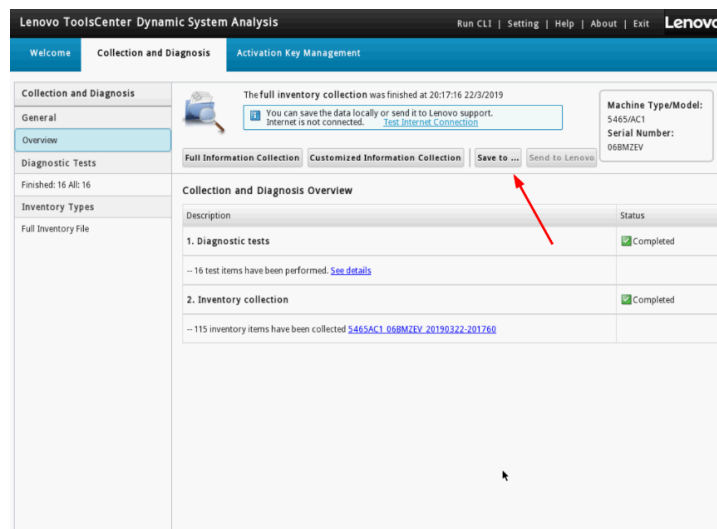

图 14: DSA 预启动版收集服务数据完成
7. 这个过程需要几分钟才能完成。如果您在上一个步骤中没有选择目标位置, 可以单击 Save to 按钮, 如图 14 所示。